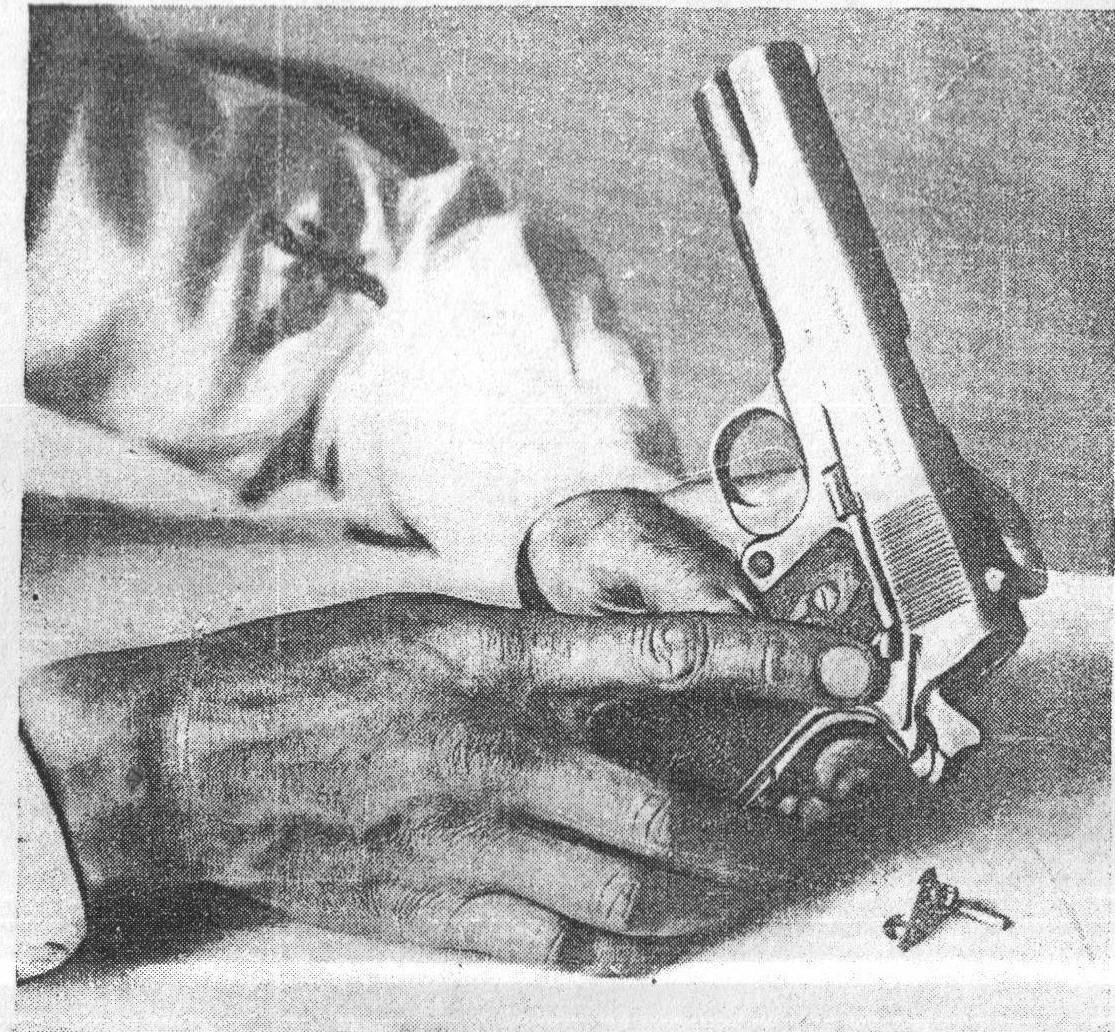

Рис. 8.
вающей пружины, входящий в овальный вырез переднего конца наружного предохранителя, другой рукой взять наружный предохранитель за насеченную головку и вытащить предохранитель кверху (считая пистолет лежащим на столе), качая его немного в стороны (рис. 8).
18. Вставить наружный предохранитель. Положив пистолет на стол, левой стороной кверху, вставить ось предохранителя, наблюдая, чтобы она прошла сквозь отверстие в автоматическом предохранителе. Затем, утопив задний стерженек удерживающей пружины, дослать наружный предохранитель на место так, чтобы он плотно прилег к стенке остава пистолета, а верхний угол его вошел в вырез кожуха-затвора (рис. 8). При досылании предохранителя на место его следует слегка покачивать.